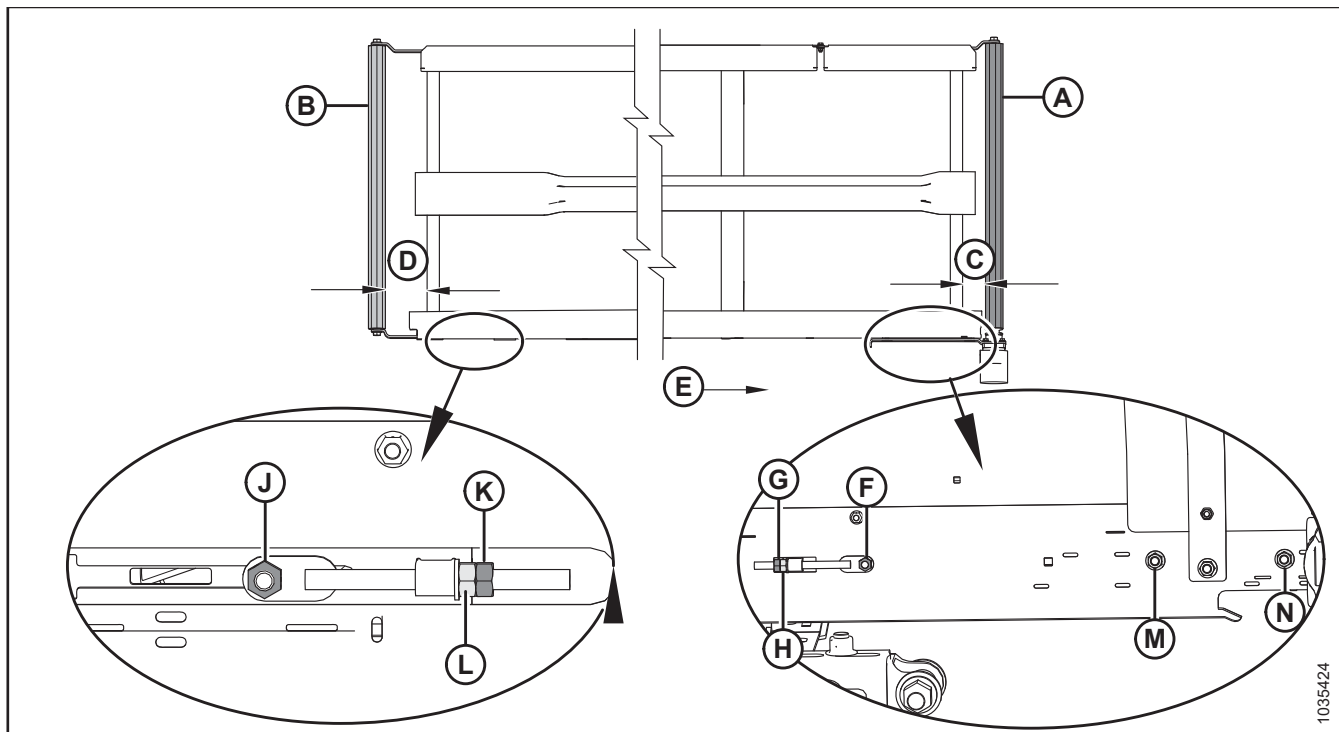

Рисунок 4.248: Регулировка хода полотна — левое полотно
2. Отрегулируйте приводной ролик (А), чтобы изменить параметр С (см. таблицу 4.2, страница 686 и рисунок 4.248, страница 686), выполнив следующее.
- a. Ослабьте гайки (F), (M) и (N), а также контргайку (G).
- b. Поверните регулировочную гайку (H).
- c. Затяните гайки (F), (M) и (N), а также контргайку (G).
3. Отрегулируйте натяжной ролик (В), чтобы изменить параметр D (см. таблицу 4.2, страница 686 и рисунок 4.248, страница 686), выполнив следующее.
- a. Ослабьте гайку (J) и контргайку (K).
- b. Поверните регулировочную гайку (L).